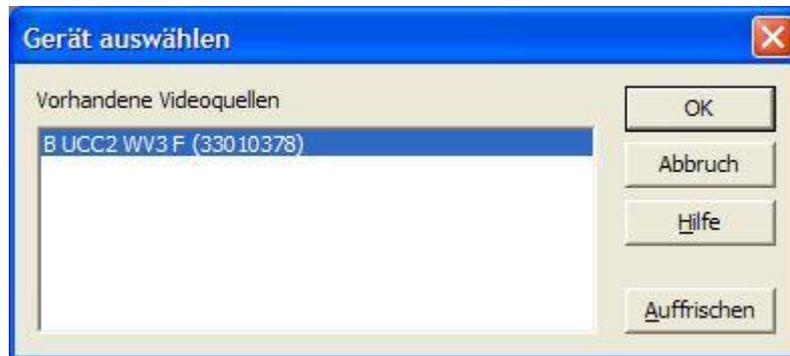

Bild 21: PHYTEC Vision Demo – Gerät auswählen
- Danach müssen Sie zuerst die richtige Bildquelle auswählen. Wählen Sie hierzu bei „Gerät auswählen“ die gewünschte Kamera aus (Bild 21).